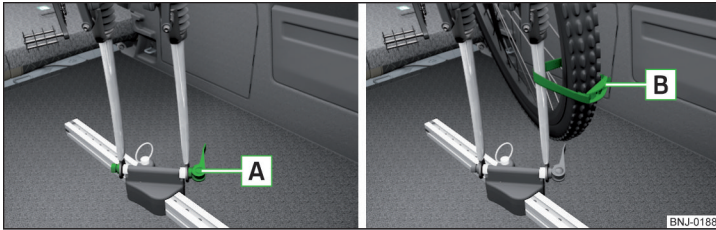

Abb. 104 Vordergabel des Fahrrads in den Träger einsetzen / Befestigungsbeispiel des Vorderrads
- Den Schnellspanner **A** » Abb. 104 am Träger lösen und entsprechend der Fahrradgabelbreite einstellen.
- Das Vorderrad mit dem Gurt **B** an der Vordergabel » Abb. 104 oder am Fahrradrahmen befestigen.